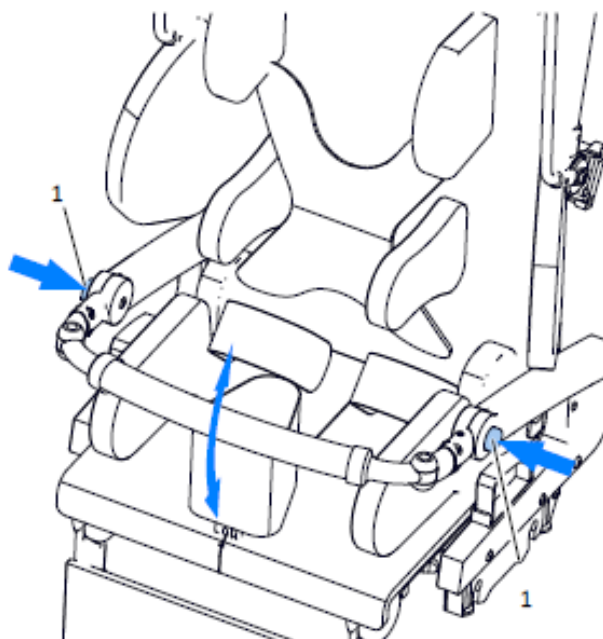

Fig. 25
Per regolare la posizione della barriera (2), premere i pulsanti (1) del regolatore dell'angolo su entrambi i lati del sedile Fig. 25. Quindi regolare la posizione desiderata del maniglione di sicurezza. Per bloccare il maniglione di sicurezza, rilasciare i pulsanti e spostare il maniglione su e giù, fino a sentire il suono caratteristico "clac" del sistema di blocco.